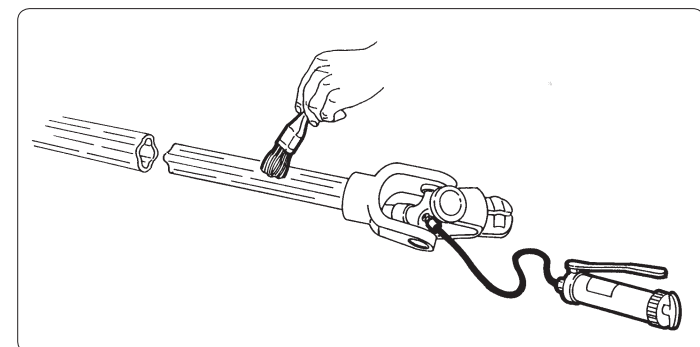

fig. 7.5.1
**7.5 - Reinigen und Abschmieren der Gelenkwelle (Abb. 7.5.1)**